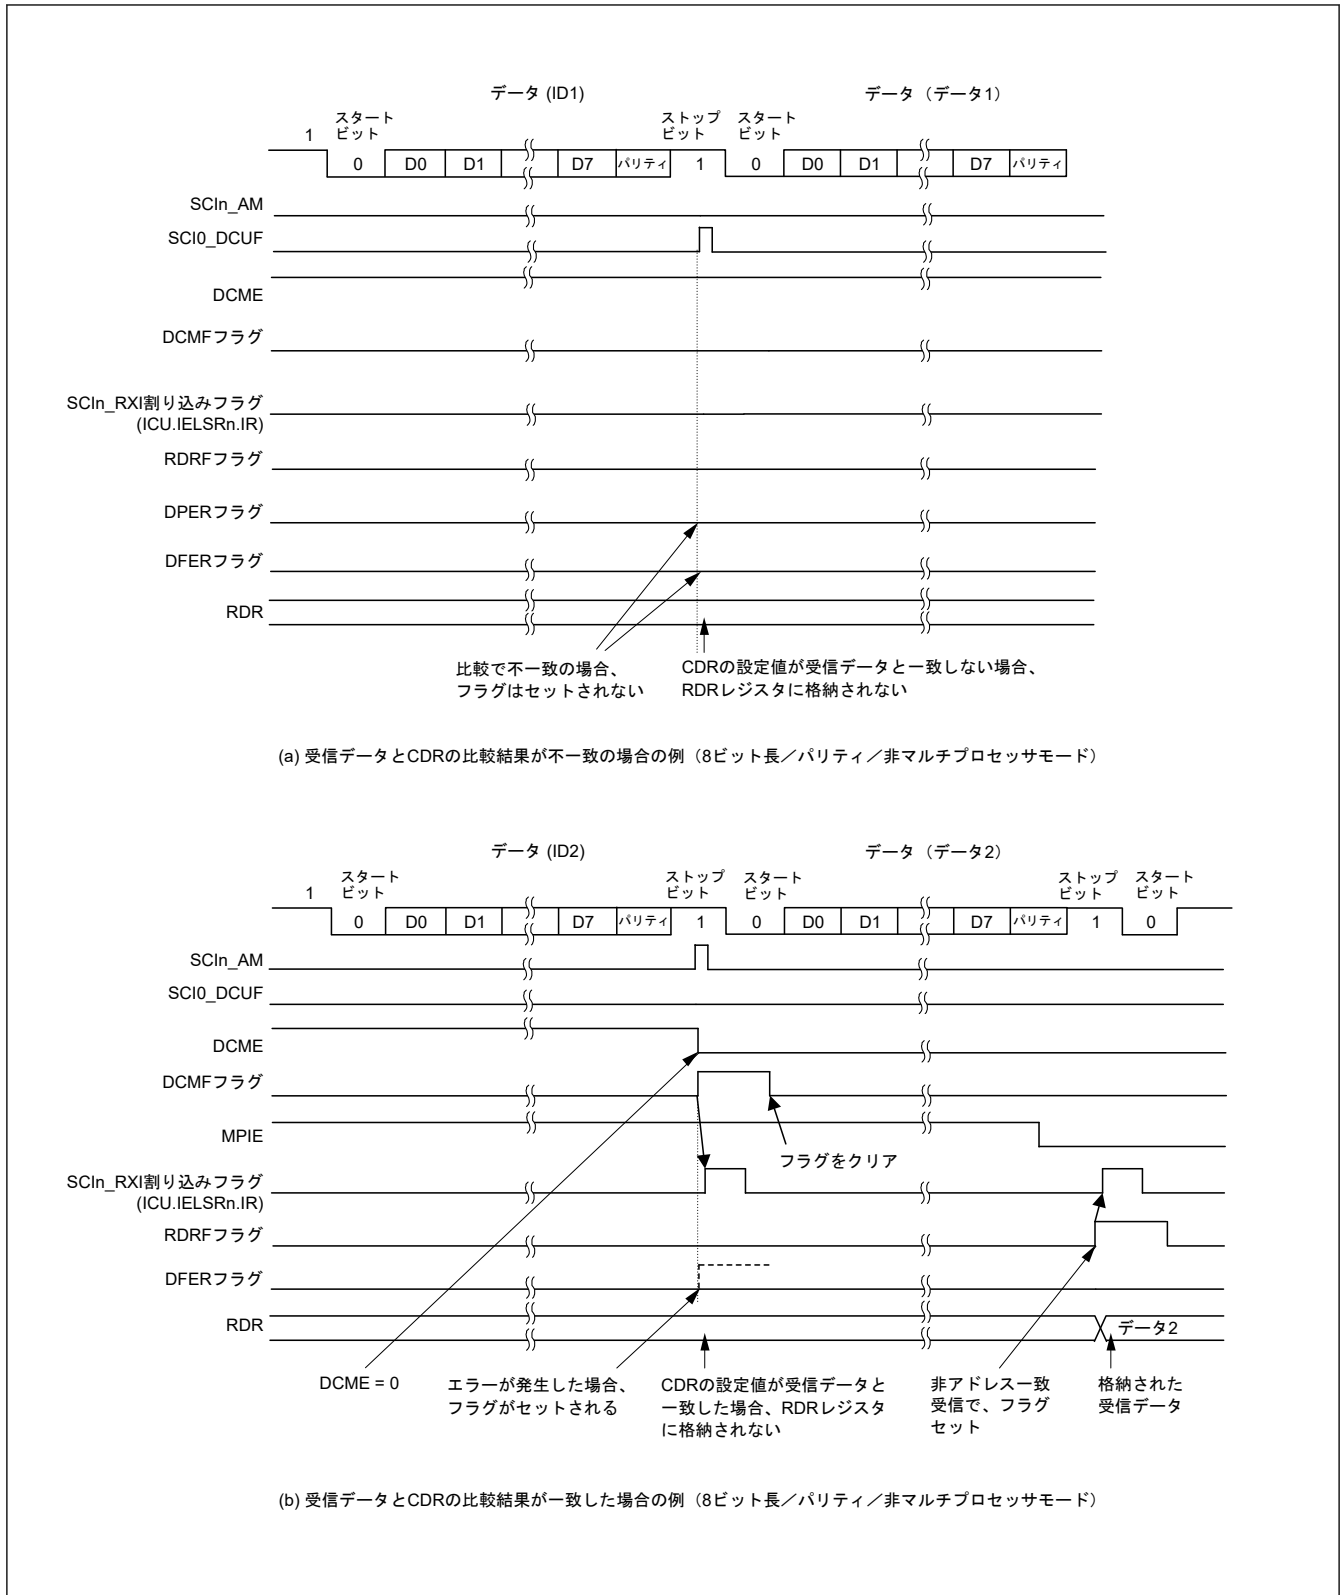
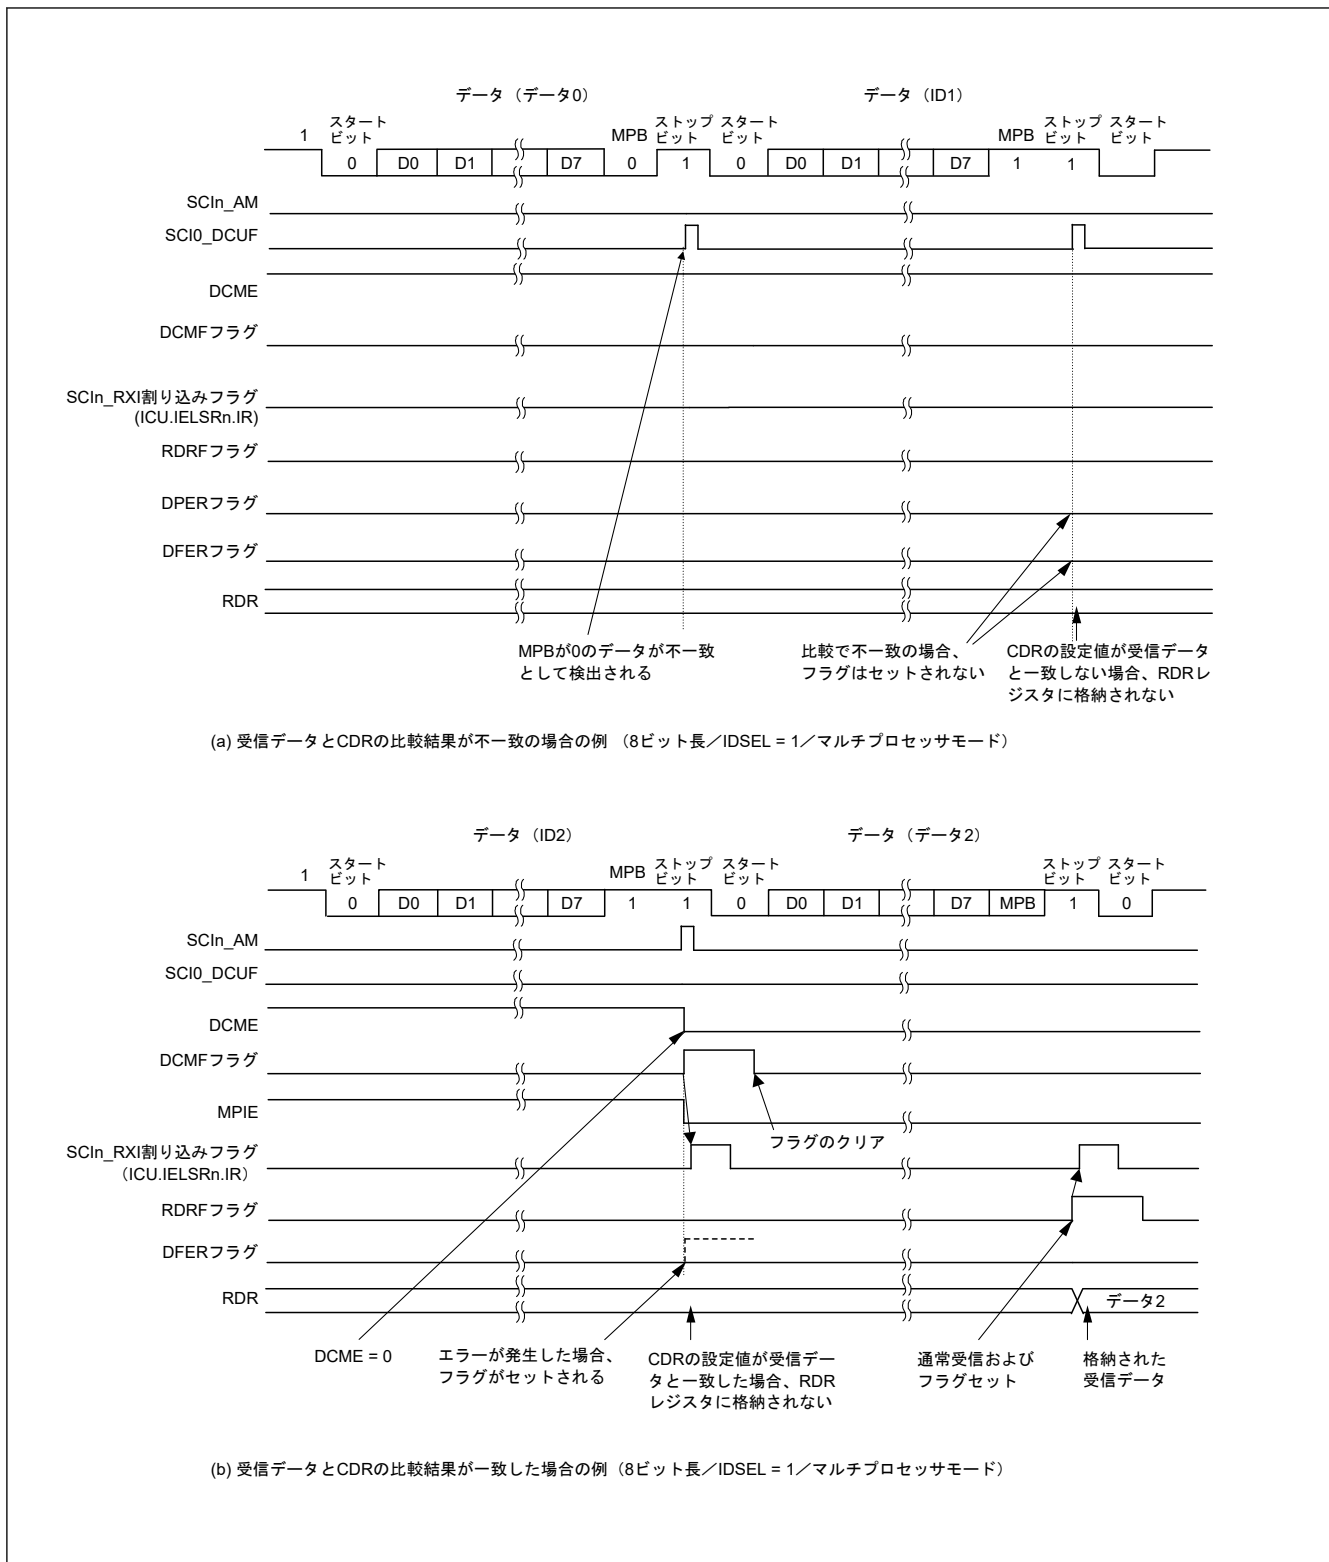

図 25.5 アドレス一致検出の例 (1) (通常モード)
図 25.6 アドレス一致検出の例 (2) (マルチプロセッサモード)
アドレス一致検出機能の例を 図 25.5 および 図 25.6 に示します。
6. SCIn_AM 割り込み処理ルーチン内でフレーミングエラーまたはパリティエラーを検出した場合 (DCCR.DFER フラグか DCCR.DPER フラグが 1 の場合)、アドレス一致検出機能を再度有効にするため、DCCR.DFER フラグと DCCR.DPER フラグを 0 にして、DCCR.DCME ビットを 1 にします。フレーミングエラーもパリティエラーも検出されなかった場合 (DCCR.DFER フラグも DCCR.DPER フラグもどちらも 0 の場合)、DCCR.DCMF フラグを 0 にしてください。図 25.5 を参照してください。